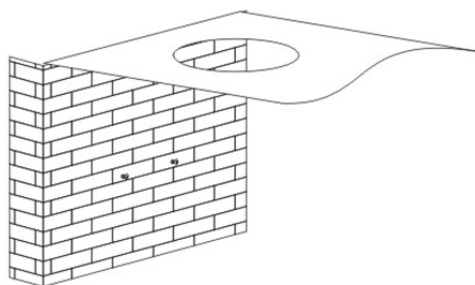

Рис. 2
2. Вставьте винты в отверстия. Закрепите крюк на стене, как показано на рис. 2.